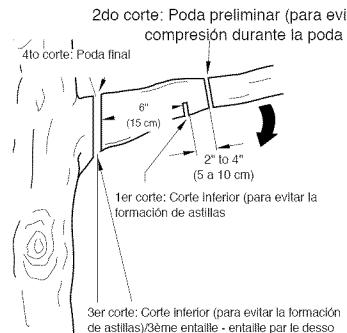

Figura 11 - Poda de una rama
1. Haga el primer corte a quince centímetros del tronco del árbol, del lado inferior de la rama. Utilice el lado superior de la barra de guía para realizar este corte. Atraviese la rama hasta llegar a 1/3 de su diámetro. (vea la Figura 11).